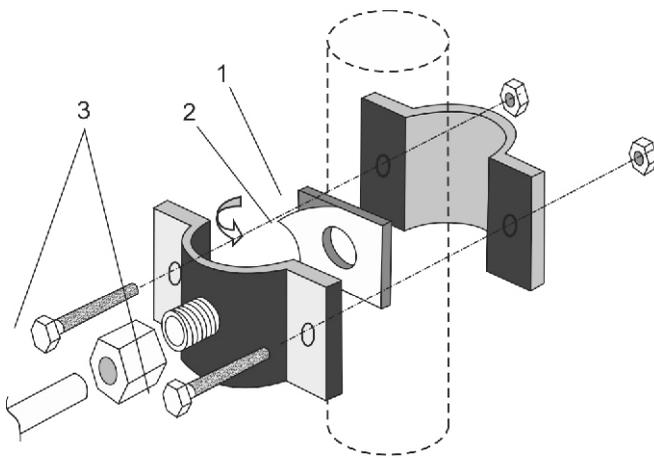
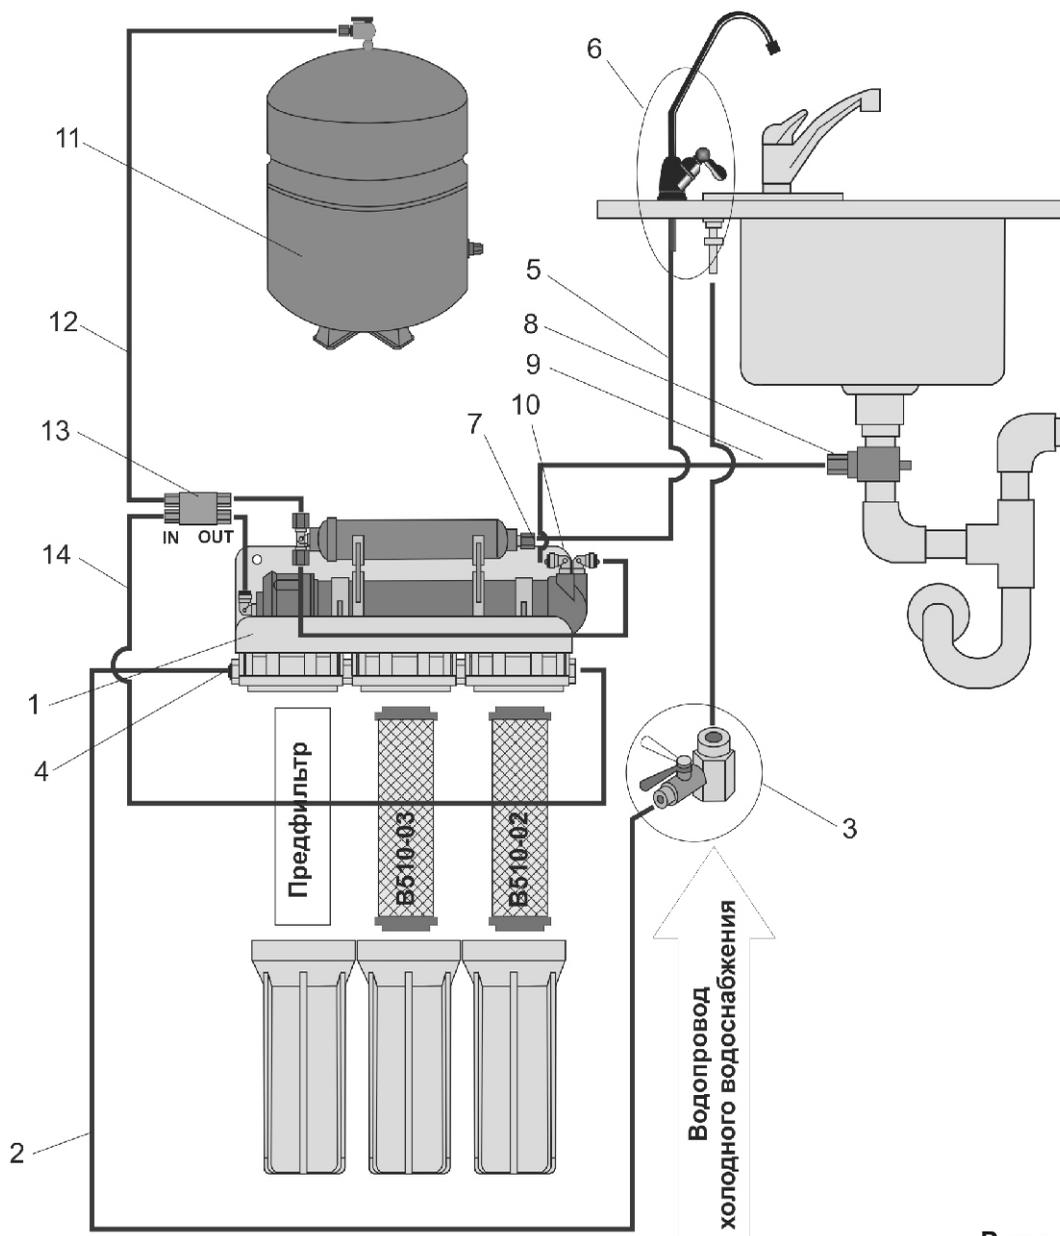

Рисунок 4
Рисунок 7
9. Дренажный хомут (рис.4)	1 шт.
## Установка водоочистителя (рис.7).
- **К дренажному хомуту (8).** На трубку (9), отходящую от дренажного штуцера корпуса мембранного элемента (10) (см. рис.7) наденьте пластиковую гайку и наверните гайку (4) на штуцер дренажного хомута (см. рис. 4).
- **К баку-накопителю (11).** На пластиковую подводящую трубку наденьте накидную гайку, вставьте в трубку пластиковую гильзу и наверните гайку на штуцер крана бака-накопителя. Другой конец трубки (12) подсоедините к свободному штуцеру мембранного клапана (13). Для этого вставьте предварительно смоченный водой конец трубки во втулку штуцера до упора на глубину примерно 15 мм.
- Отсоедините трубку JG (14) от штуцера мембранного клапана (13). Соединение JG: выньте из под пластиковой втулки стопорную клипсу, нажмите на торец пластиковой втулки, вытяните трубку (или открутите накидную гайку – соединение JACO).
- Слейте через эту трубку воду в течении 15 минут, открыв основной вентиль системы холодного водоснабжения и входной кран\* (см. Рисунок 7 позиция 3).
- Подсоедините трубку JG (14) (просто вставьте предварительно смоченный водой конец труб-ки во втулку мембранного клапана (13) до упора на глубину примерно 15 мм) или накрутите накидную гайку.
1. Закройте кран на баке-накопителе (флажок крана должен быть повернут перпендикулярно выходящей трубке) и откройте входной кран\* (см. Рисунок 7 позиция 3).
#### Для замены постфильтра угольного (см. рис. 7):